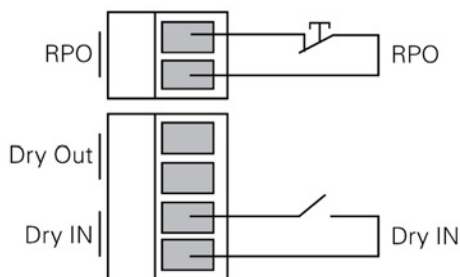

Fig. 22. Esquema Dry in
- Bien al retirar el conector hembra del zócalo donde está insertado. Este conector lleva conectado un cable a modo de puente que cierra el circuito (ver Fig. 22-A).
- O al accionar el pulsador externo al equipo y de propiedad del usuario e instalado entre los terminales del conector (ver Fig. 22-B). La conexión en el pulsador deberá estar en el contacto normalmente cerrado -NC-, por lo que abrirá el circuito al accionarlo.